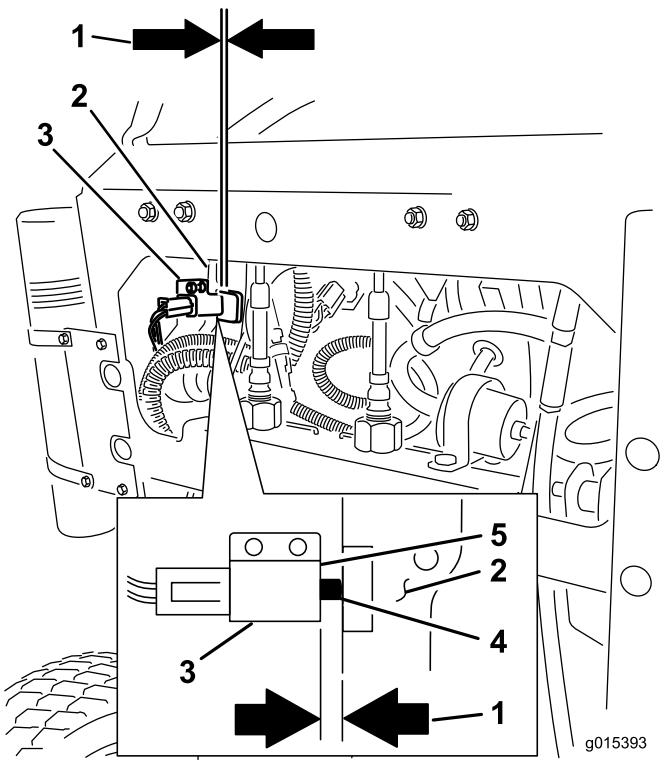

図 64
12. 図 64 に示されているように、ブレーキ・レバーとスイッチの面とのすき間を点検する。ブレーキを掛けた状態で、すきまが 3mm あることが必要である。